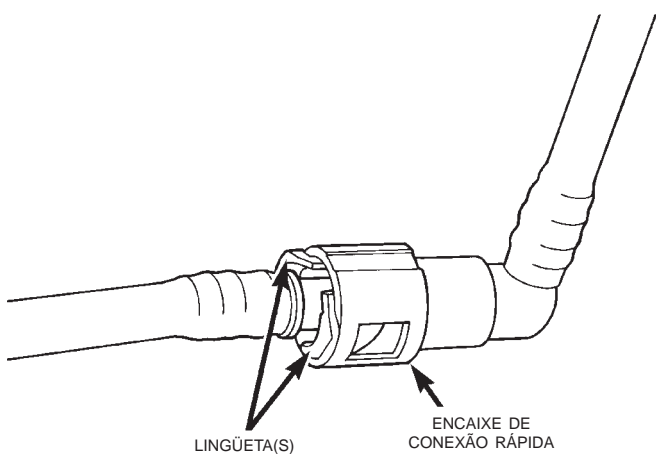

Fig. 18 Encaixe de Conexão Rápida do Tipo Lingüeta Dupla – Típico
Esse tipo de encaixe está equipado com lingüetas localizadas nos dois lados do encaixe (Fig. 18). Essas lingüetas são fornecidas para desconexão do encaixe de conexão rápida do componente que está recebendo manutenção.
(1) Execute o procedimento de liberação da pressão do combustível. Consulte “Procedimento de Liberação da Pressão do Combustível”, neste grupo.
(2) Desconecte o cabo negativo da bateria.
(3) Limpe o encaixe, retirando qualquer material estranho antes de desmontá-lo.
(4) Para desconectar o encaixe de conexão rápida, aperte com os dedos as lingüetas do retentor de plástico (Fig. 18) contra as laterais do encaixe de conexão rápida. Além de não ser necessário o uso de ferramenta para a retirada do retentor de plástico, esta poderá danificá-lo. Retire o encaixe do componente do sistema de combustível que está recebendo manutenção. O retentor de plástico permanecerá no componente que esteja recebendo manutenção após o encaixe ter sido desconectado. Os O rings e o espaçador permanecerão no corpo do conector do encaixe de conexão rápida.
(5) Verifique se o corpo do encaixe de conexão rápida e o componente estão danificados. Substitua-os se necessário.